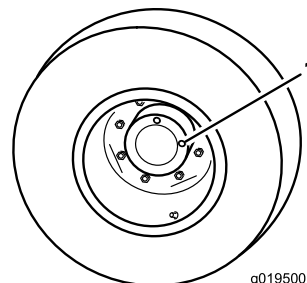

Рисунок 59
1. Установите машину на ровной горизонтальной поверхности и расположите колесо так, чтобы одна пробка контрольного отверстия (Рисунок 59) находилась в положении «12 часов», а другая — в положении «3 часа».
2. Снимите пробку в положении «3 часа» (Рисунок 59). Уровень масла должен располагаться у низа контрольного отверстия.